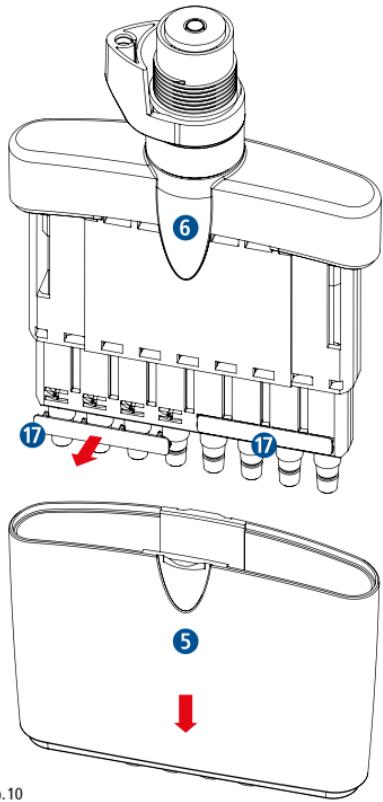

Abb. 10
- Entfernen Sie die Abwurfhülse **5** durch Lösen/Anheben der Fixierung **6** (Abb. 10).